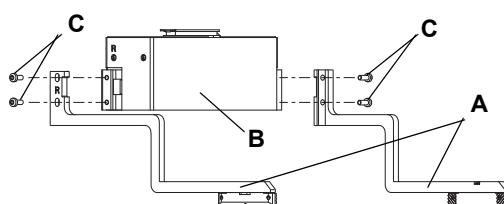
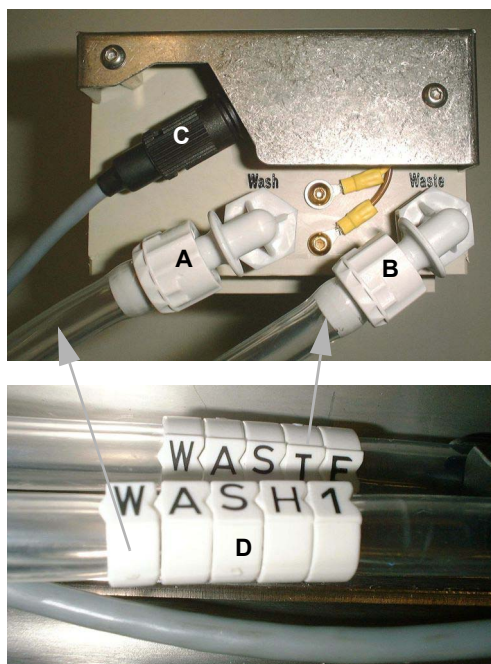

Fig. 5-5 Instalación/retirada de las garras de pinza
Fig. 5-7 Conexiones del bloque de lavado
- 4 Enchufe el cable del sensor del nivel de lavado en los conectores correspondientes de la unidad de lavado (C) y del bloque de lavado (C, Fig. 5-7, Fig. 5-5).
- 5 Conecte los diferentes depósitos con líquido de lavado (D) y el depósito de residuos (E) con los racores correspondientes de la unidad de lavado.
- 6 Conecte el puerto CAN wrc-control n.º 1 (F) a un conector CAN libre en el panel de opciones del equipo.